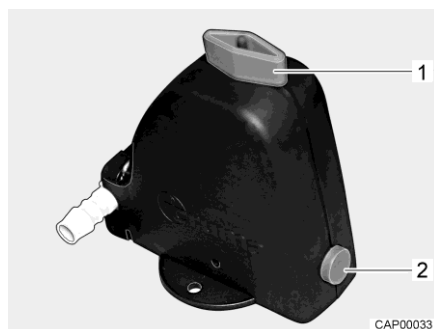
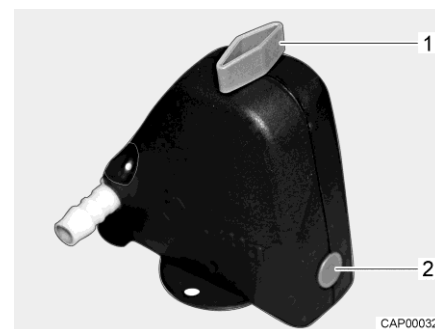

Fig. 153 Valvola di sicurezza/di scarico aperta
Fig. 154 Valvola di sicurezza/di scarico chiusa
- Chiudere la valvola di sicurezza/di scarico. A tal fine ruotare la manopola (Fig. 153,1) trasversalmente rispetto alla valvola di sicurezza/di scarico e premere verso l'interno il bottone automatico (Fig. 153,2). La valvola di sicurezza/di scarico chiusa è rappresentata in Fig. 154. Con temperature inferiori a 6 °C non è possibile chiudere la valvola di sicurezza/di scarico.